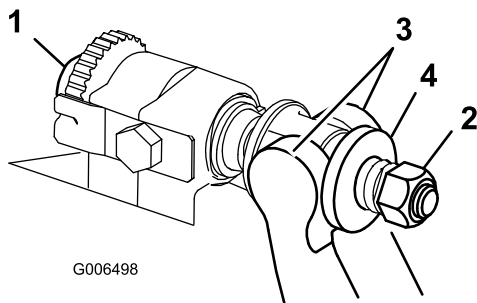

図 33
- ベッド・バー調整ネジ (図 33) を左に回してベッドナイフとリールの接触をなくす。
- スプリング・テンション・ナットをゆるめて、ワッシャがベッドバーを全く押さないようにする (図 33)。